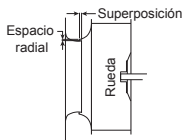

Figura 5
6. Gire la rueda con la mano para asegurarse de que no haya fricción y que gire libremente. Consulte la Figura 5 y la tabla junto a ella para ver las dimensiones apropiadas de superposición o del espacio radial.